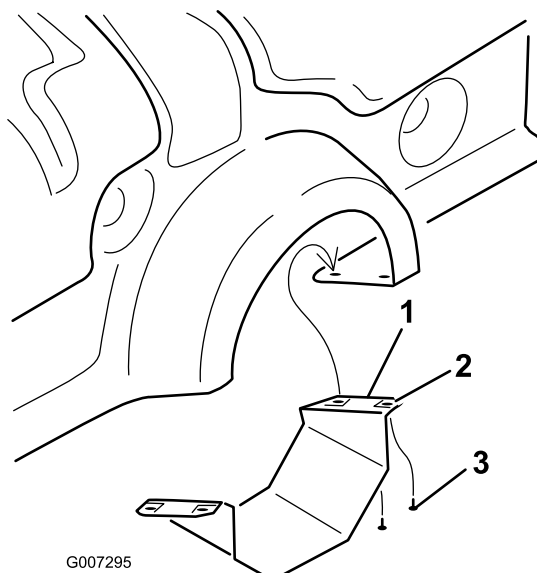

図 10
1. プロコア 864 では、下 PTO シールドを外す 図10。